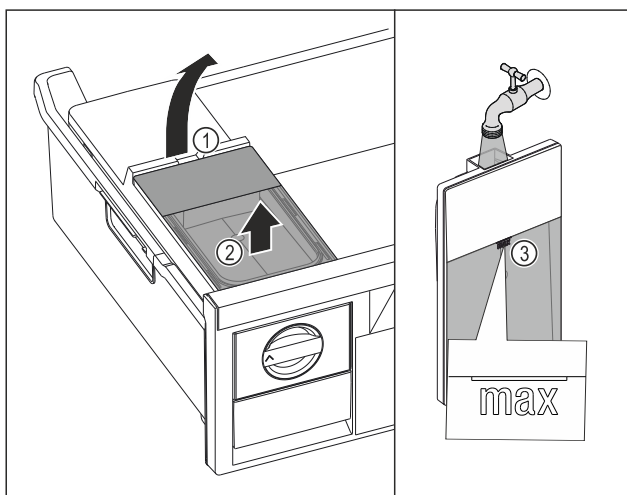

Fig. 98
- Sollevare il serbatoio dell'acqua dalla cavità Fig. 98 (1).
- Rimuovere il serbatoio dell'acqua estraendolo verso l'alto Fig. 98 (2)
- Riempire il serbatoio dell'acqua con acqua potabile fino al contrassegno Fig. 98 (3).